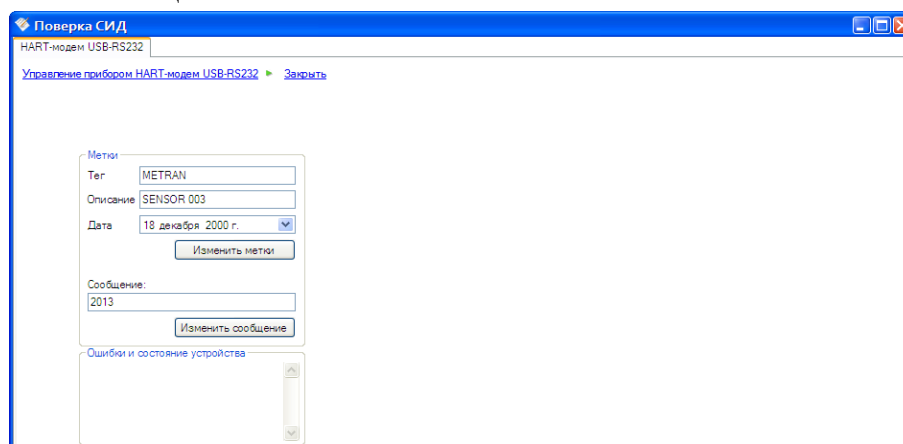

Рисунок 4.124 – Настройка меток
- Настройка меток (см. Рисунок 4.124);